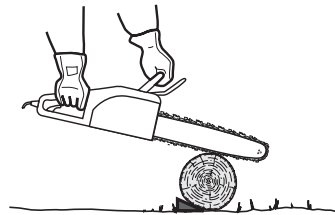

Fig. 36
- > Si le diamètre du rondin est suffisant pour insérer une cale sans toucher la chaîne, utilisez une cale pour maintenir le rondin en position et ainsi éviter les pincements (Fig. 36).